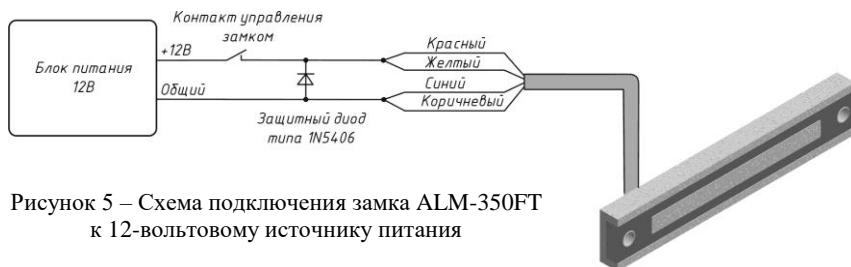

Рисунок 5 – Схема подключения замка ALM-350FT к 12-вольтовому источнику питания
- 5.5 Проверить работоспособность замка, подключив его согласно схеме (рисунок 5 или 6).